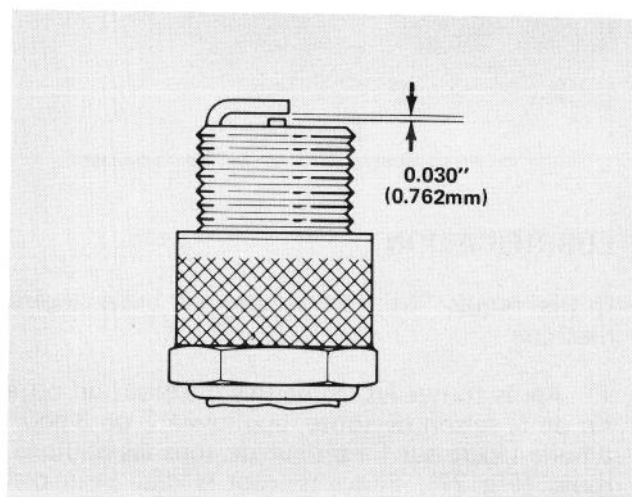

Figure 31
3. Réglez l'écartement des électrodes à 0.030 pouce (0.762mm) (Fig. 31). Installez la bougie réglée avec son joint et serrez-la à 15 lb-pi (20.4 N·m). Si vous ne disposez pas d'une clé dynamométrique, serrez la bougie fermement.